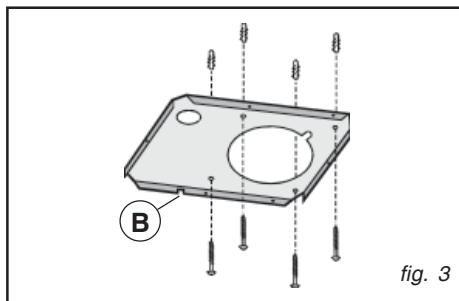

fig. 3
- Fixez l'étrier au plafond, à l'aide des vis et des chevilles fournies (Fig.3); faites attention car le positionnement de l'étrier détermine la position finale de l'appareil: le côté avec la fente B correspond au côté opposé aux commandes.